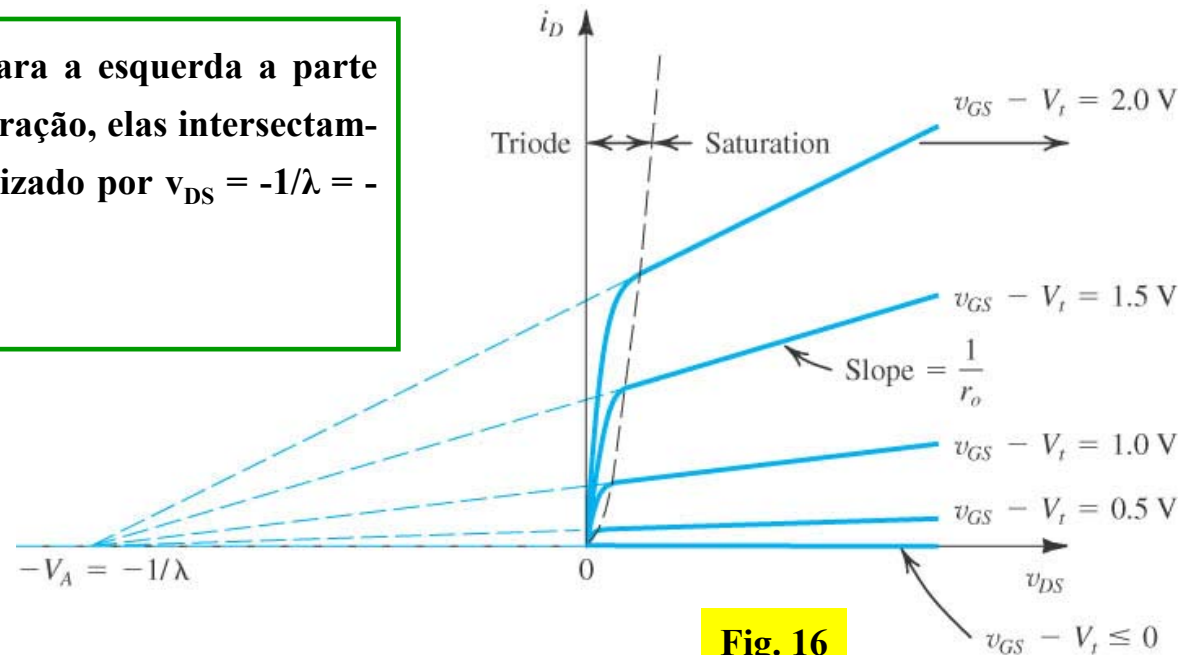

Fig. 16
- A fig. 16 mostra um conjunto típico de características i_D - v_{DS} exibindo o efeito da modulação do comprimento do canal.
- A dependência linear observado entre i_D e v_{DS} , na região de saturação, é representada na equação (21) pelo factor $(1 + \lambda v_{DS})$.
■ Na fig. 16 notamos que prolongando para a esquerda a parte rectilínea das características i_D - v_{DS} na saturação, elas intersectam-se num mesmo ponto do eixo v_{DS} , caracterizado por $v_{DS} = -1/\lambda = -V_A$, onde V_A é uma tensão positiva.